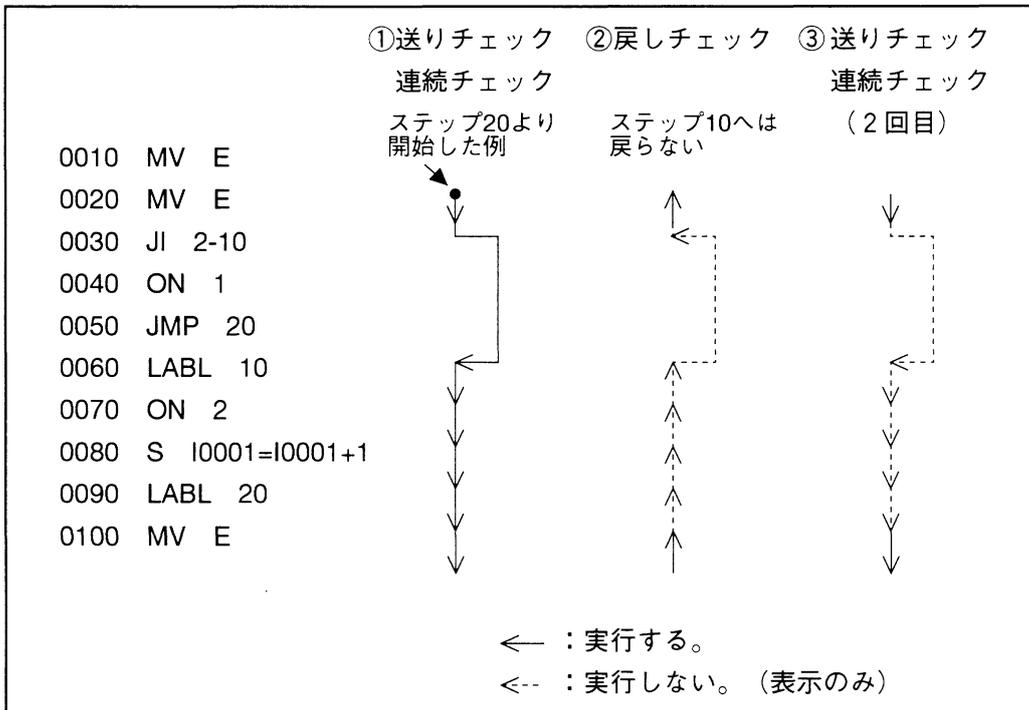

図2-27 ティーチングチェックのステップ実行順序
- (1) 戻しチェックは、連続チェックおよび送りチェックで実行した逆の順に戻ります。図2-27のように、ジャンプコマンドでジャンプした場合は、ジャンプコマンドのステップへ戻ります。
- (2) 戻しチェックのとき、動作コマンドは実行しますが(図2-27の←)、その他のコマンド(入出力、演算など)は表示が戻るだけで、実行はしません。(図2-27の<-)
- (3) プログラム途中のステップより連続チェック、および送りチェックを開始した場合は、戻しチェックでそれ以前のステップへ戻すことはできません。(図2-27を参照)
- (4) サブルーチン内で戻しチェックを行なう場合は、そのサブルーチンの先頭までしか戻すことができません。
- (5) SP0を設定すると、SP10となります。